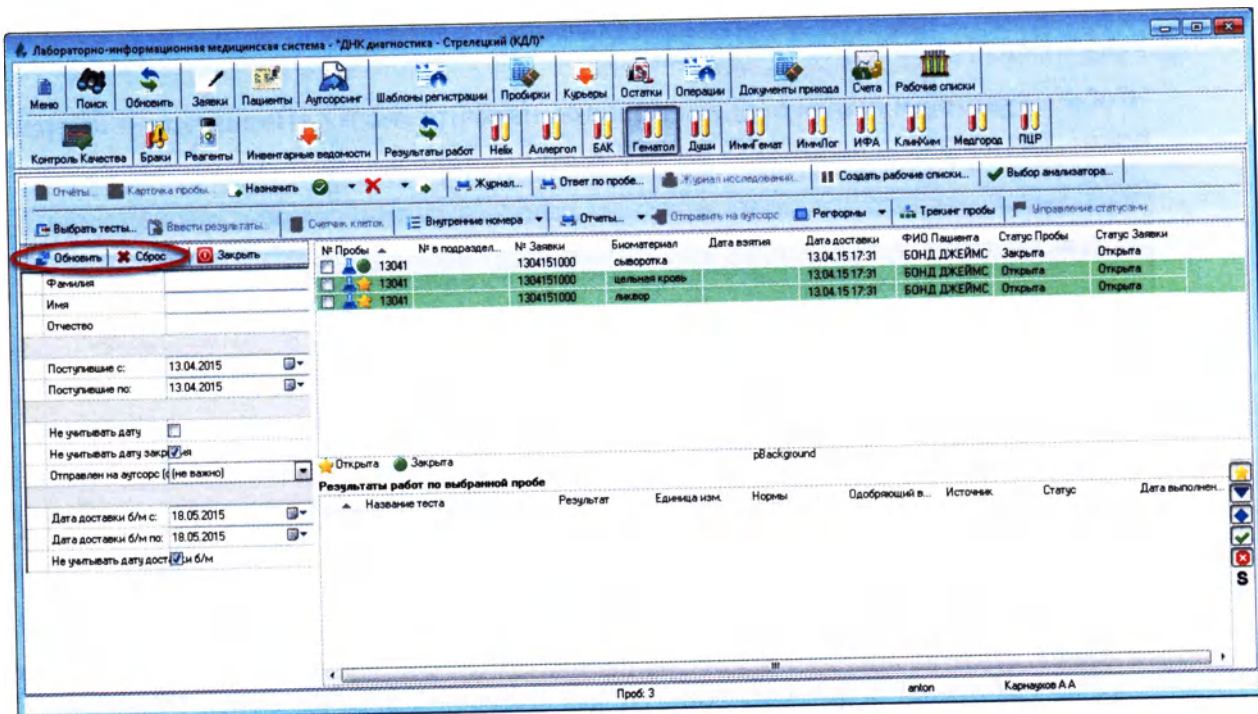

Рисунок 5.91
1.	Подготовьте журнал, для этого в фильтре нажмите кнопку «Сброс», затем кнопку «Обновить» (Рисунок 5.91). В этом случае журнал будет распечатан для текущей даты.
1. Подготовьте журнал, для этого в фильтре нажмите кнопку «Сброс», затем кнопку «Обновить» (Рисунок 5.91). В этом случае журнал будет распечатан для текущей даты.